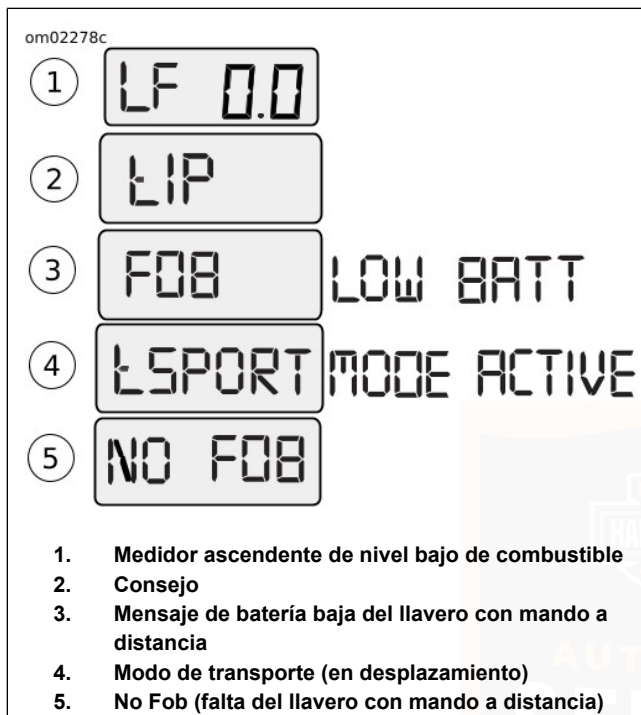

Figura 20. Mensajes de la ventana del odómetro
Medidor de recorrido de combustible bajo (LF): Ver Figura 20 . Cuando el indicador de combustible bajo se ilumina en la carátula del velocímetro, aparece un mensaje de
Inclinación (tiP): Ver Figura 20 . Cuando la motocicleta está inclinada, la palabra "tiP" (2) aparece en la ventana del odómetro. El motor no vuelve a arrancar hasta que se reinicia el encendido.
Batería baja del llavero con mando a distancia (FOB LOW BATT) : Ver Figura 20 . Si el nivel de batería del llavero con mando a distancia está bajo, se mostrará el mensaje "FOB LOW BATT" (3) en la ventana del odómetro. Cambia la batería del llavero con mando a distancia. Ver SISTEMA DE SEGURIDAD > LLAVERO CON MANDO A DISTANCIA DEL SISTEMA DE SEGURIDAD (Página 47) .
Modo de transporte activo (tSPORT MODE ACTIVE): Ver Figura 20 . El sistema de seguridad está en el modo de transporte cuando el mensaje "tSPORT MODE ACTIVE" (4) aparece en la ventana del odómetro. Ver SISTEMA DE SEGURIDAD > MODO DE TRANSPORTE (Página 57) .
Sin llavero con mando a distancia (NO FOB): Ver Figura 20 . Cuando el sistema no se puede comunicar con el llavero con mando a distancia, se muestra este mensaje (5). Ver SISTEMA DE SEGURIDAD > SOLUCIÓN DE PROBLEMAS (Página 58) .